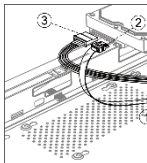

Abbildung 2-5
Schritt 2: Schließen Sie das Datenkabel und das Netzkabel an. Siehe Abbildung 2-5.